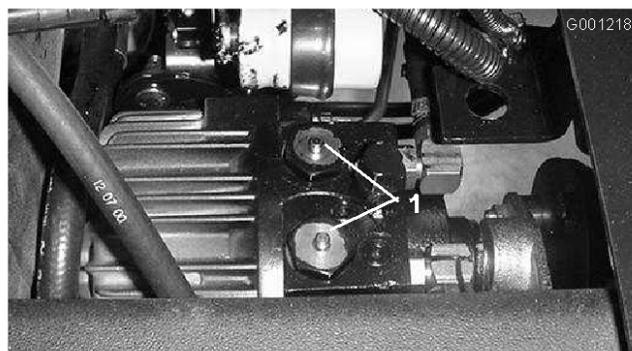

図 32
2. トランスミッション上部にある2つのチェックバルブ・アセンブリ(図 32)の中心にあるピンを押しながら牽引する。図 32は運転席をプレートごと外した状態の写真である。